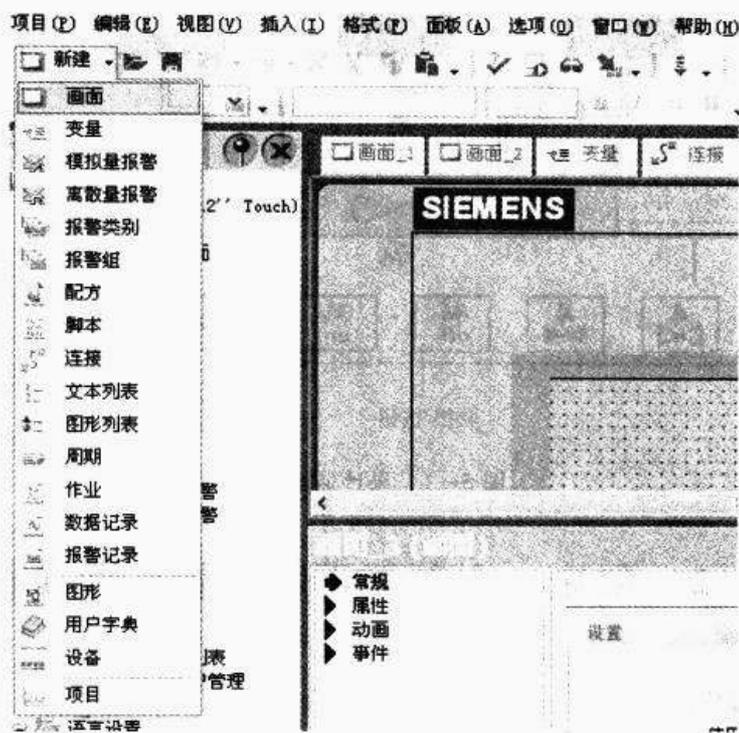

图 5-3 新建画面方法二
② 单击工具栏中“新建”右侧的下三角按钮,在弹出的下拉菜单中选择“画面”选项,将生成一个新画面并出现在项目窗口中间的工作区域,如图 5-3 所示。